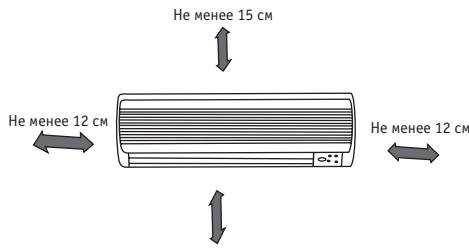

Рис. 1
- Выполните разметку под отверстия в соответствии со схемой, представленной на Рис. 1. Просверлите одно отверстие ( $\varnothing 65$  мм) с небольшим уклоном к наружной поверхности стены.